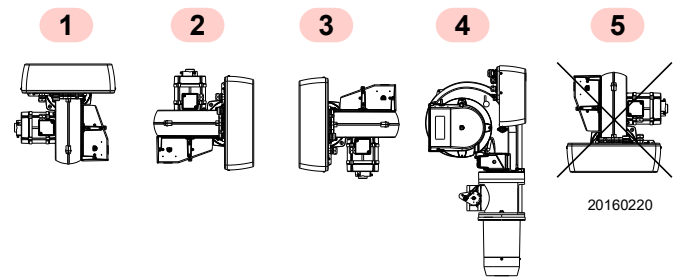

Abb. 10
- Der Brenner kann ausschließlich in den Stellungen **1, 2, 3** und **4** (Abb. 10) funktionieren.